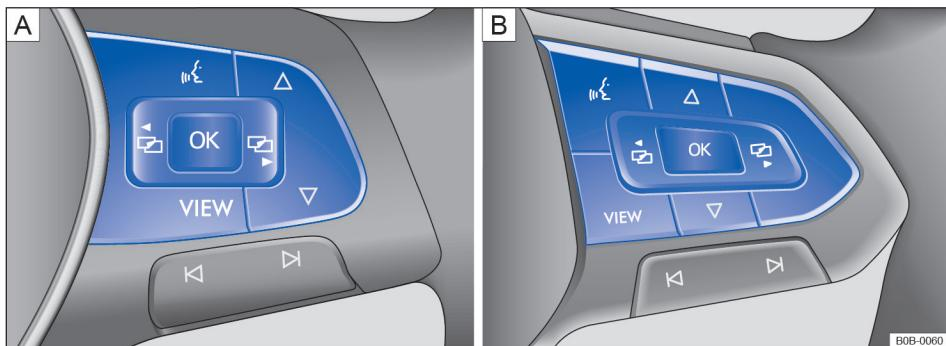

图 14 多功能方向盘右侧：用于操作组合仪表菜单和信息显示的按钮（示意图）
→ 第 13 页，就不能调出任何菜单。某些警报信息可以通过多功能方向盘上的按钮 **OK** → 图 14 确认和隐藏。
- 如果显示信息或车辆图形符号，则按压按钮 **OK** → 图 14，必要时按压多次。
- 如需打开菜单显示项或信息显示项，按压按钮 **OK** → 图 14，等待数秒钟，直至系统自动打开菜单或显示信息。
- 取决于所选信息模式，可通过按钮 **▲** 或 **▼** 打开选择菜单，然后通过按钮 **▲** 或 **▼** → 图 14 浏览选择菜单。或直接通过按钮 **▲** 或 **▼** 打开并浏览选择菜单。